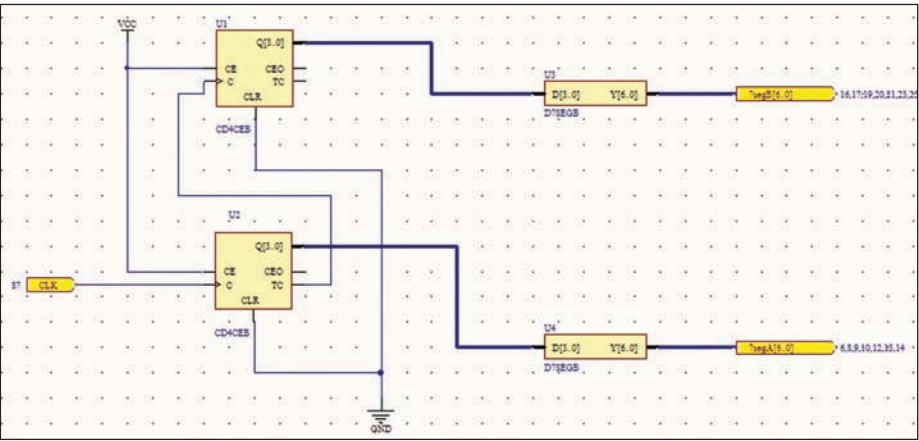

Рис. 6
- 2) *схема логического ядра ПЛИС*, состоящая из логических прототипов библиотеки FPGA Generic.IntLib или других библиотек функциональных прототипов (рис. 6);